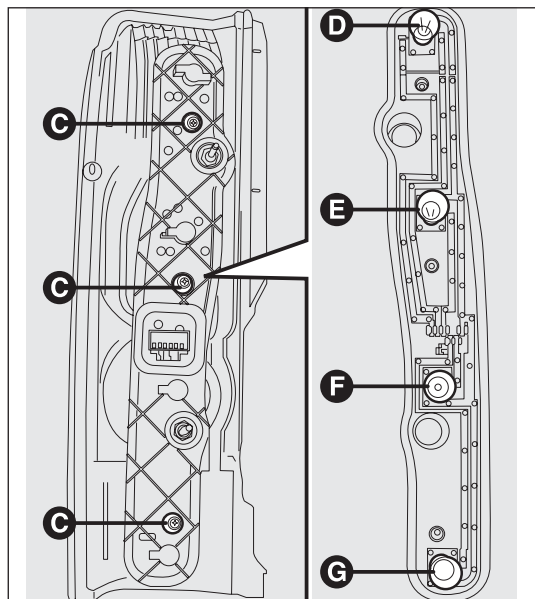

fig. 196
- draai de schroeven C-fig. 196 met de bijgeleverde schroevendraaier los en verwijder de lamphouder;